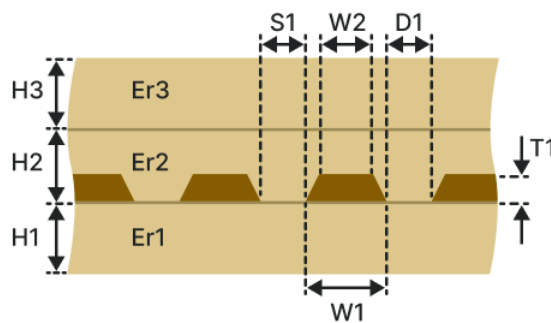

Рис. 187 Копланарная дифференциальная заглубленная ЛП (КДЗ-1Н2В)
- Копланарная дифференциальная заглубленная ЛП (КДЗ-1Н2В), см. Рис. 187.